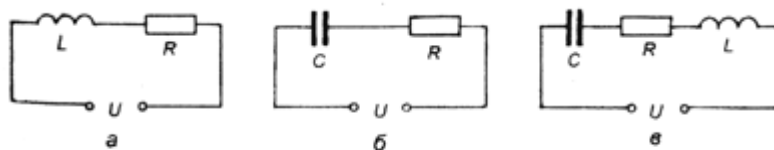

Рис. 12
6. Для схемы рис. 12,а найти амплитуду тока и сдвиг фаз между током и напряжением.
7. Для схемы рис. 12,б найти амплитуду тока и сдвиг фаз между током и напряжением.
8. Для схемы рис. 12, в найти амплитуду тока и сдвиг фаз между током и напряжением.